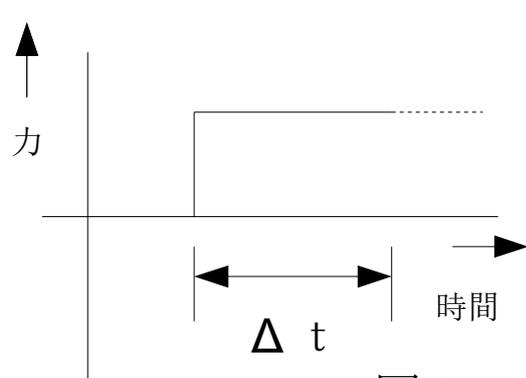

図2
例えば、手にボールを持っていたとするとボールには 1 G の一定の力がかかっていることとなりますが、手を放すと静止していた状態から一定の加速度で落下していきます。これと同じことがマイクロフォンの振動板にも起こりその結果マイクロフォンの出力の電気信号は、次ページのように図2のようになり、この信号を増幅してスピーカを
- 与えた力は、図2のように微小な時間一定の力を与えます。